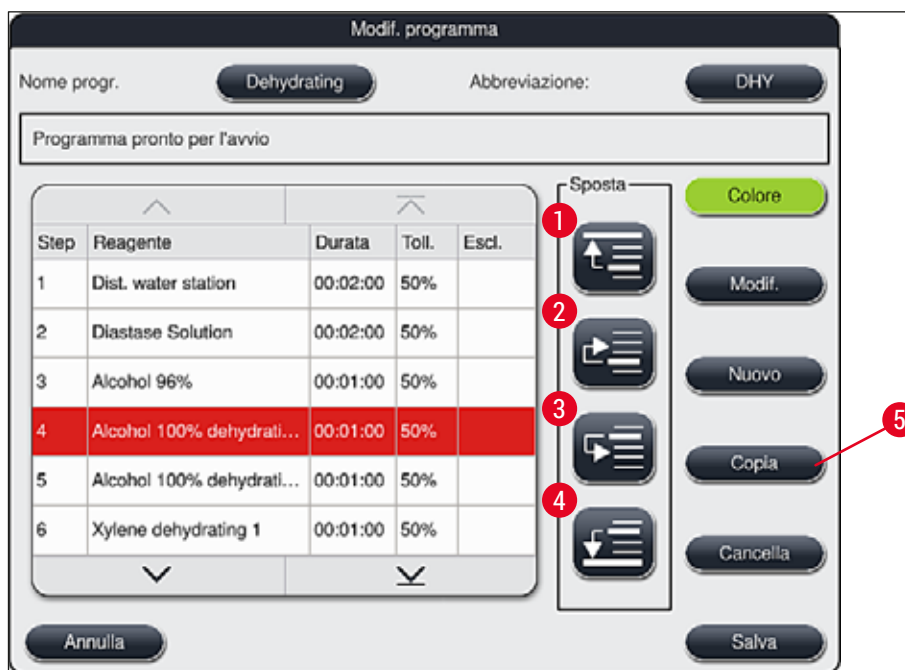

Fig. 49
- Si apre la finestra **Modif. programma** (→ "Fig. 49").
- Utilizzando il pulsante **Salva** (→ "Fig. 49") vengono accettate le modifiche. Premere il pulsante **Annulla** per scartare le modifiche.